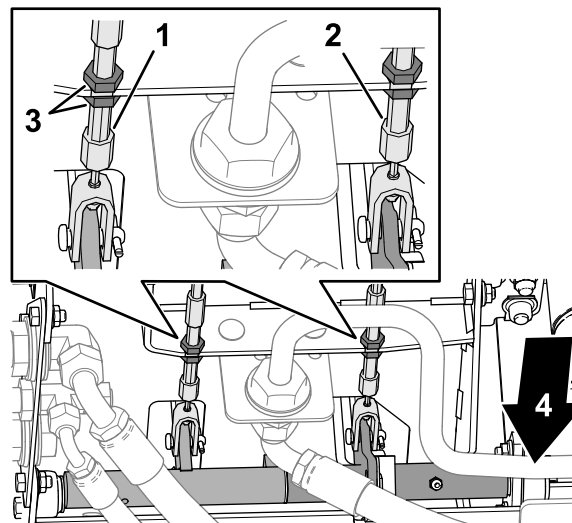

Figure 113
3. Desserrez l'écrou de blocage avant sur l'extrémité fileté du câble de frein (Figure 113).